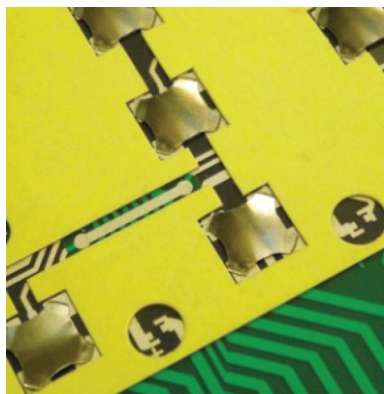

Рис. 7. Питатель для полусферических контактов пленочных клавиатур
– специальный питатель для полусферических контактов пленочных клавиатур (см. рис. 7);